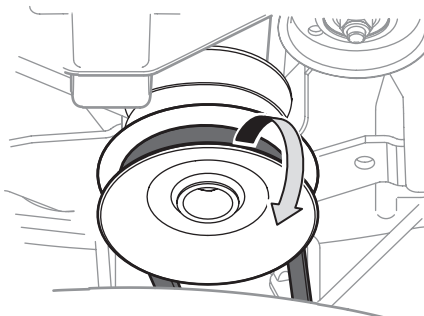

Figure 4-6
4. Dégagez la courroie de la prise de force de la poulie motrice du tracteur. Voir la Figure 4-6.
3. Dégagez la courroie de la poulie d'entraînement de la p. d. f., comme à la Figure 4-6. Roulez un côté de la courroie pour la dégager de la poulie, puis continuez jusqu'à ce qu'elle soit complètement dégagée de la poulie.
9. Faites passer la courroie du plateau de coupe dans le support du guide de courroie, puis sur la poulie d'entraînement de la prise de force comme à la Figure 4-6.